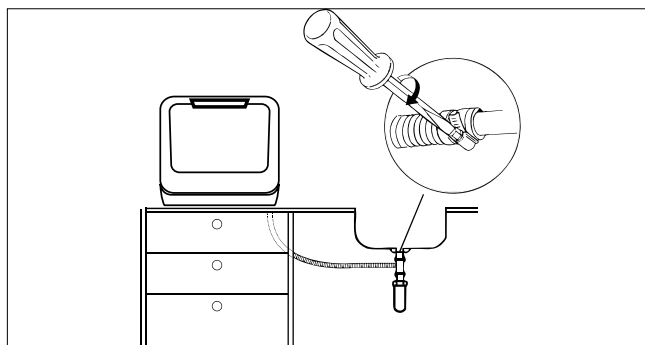

Afb. 8 – Sifonaansluiting
- Sluit de afvoerslang aan op de sifon (voor wasmachines) van de afvoerpijp onder de gootsteen (zie Afb. 8). Zorg voor voldoende verval van de waterafvoerslang. Het apparaat moet minstens 4 cm boven de afvoer worden geplaatst.